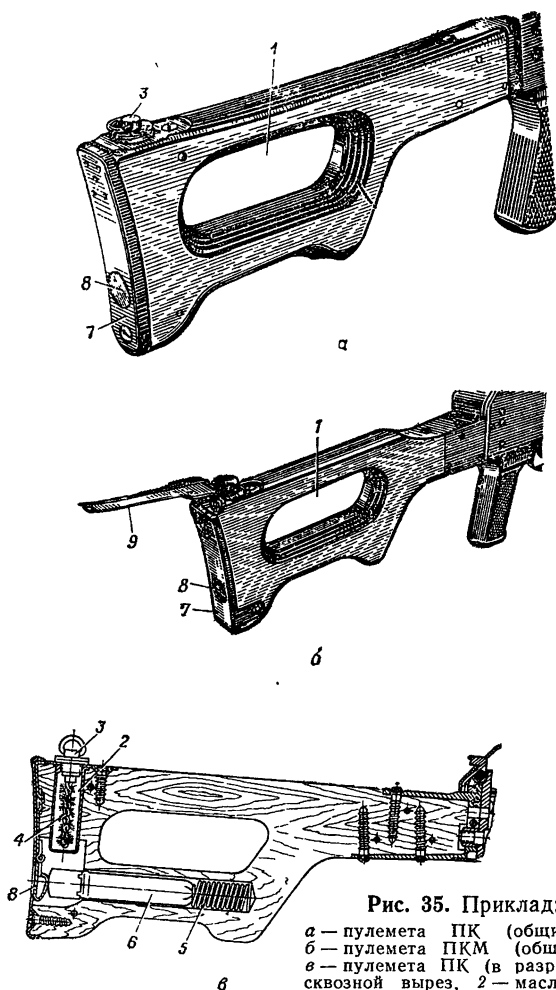

Рис. 35. Приклад:
19. Приклад (рис. 35) служит для удобства действия пулеметом. Он имеет сквозной вырез для облегчения, масленку с крышкой и ершиком, гнездо и пружину для пенала с принадлежностью, металлический затыльник с крышкой для закрывания гнезда приклада.